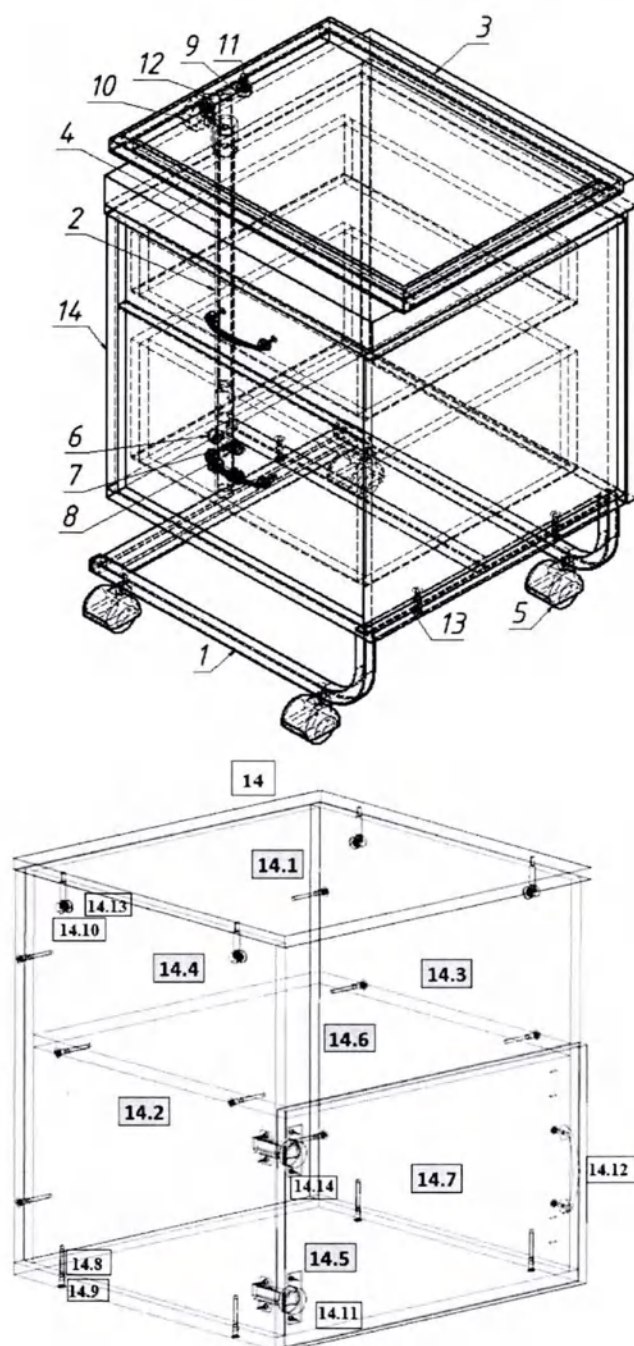

Рис.1
1) Внимательно ознакомьтесь со схемой сборки, изображенной на рис.1, сверяясь со спецификацией на изделие. Согласно схеме и спецификации определите расположение деталей в изделии и порядок их сборки. Сборка производится на ровном полу, укрытом материалом, предотвращающим повреждение покрытия пола и деталей мебели. Подготовьте необходимые для сборки инструменты – плоскую и крестовую отвёртки, молоток, рулетку или линейку, ключи на 17 и 12мм.
3.1) На вертикальных боковых стенках (14.2, 14.3) установите цилиндрические части эксцентриковых стяжек (14.21) в предназначенные для них отверстия. На крышке (14.1) установите штоки эксцентриковых стяжек (14.8). Евровинтами (14.16), как показано на рис.1, соедините вертикальные боковые стенки (14.2, 14.3) с горизонтальной стенкой (14.5). Установите крышку (14.1). Стяжка соединения производится путём поворота эксцентриков до упора в направлении стрелки, выштампованной на корпусе стяжки. На видимые головки еврвинтов (14.16) и эксцентриков (14.21) установите заглушки (14.17, 14.18).
1) Внимательно ознакомьтесь со схемой сборки, изображённой на рис.1, сверяясь со спецификацией на изделие. Согласно схеме и спецификации определите расположение деталей в изделии и порядок их сборки. Сборка производится на ровном полу, укрытом материалом, предотвращающим повреждение покрытия пола и деталей мебели. Подготовьте необходимые для сборки инструменты – плоскую и крестовую отвёртки, молоток, рулетку или линейку, ключи на 17 и 12мм.
3.2) Евровинтами (14.8), как показано на рис.1, соедините вертикальные боковые стенки (14.2 и 14.3) с горизонтальными стенками (14.5 и 14.6). Установите крышку (14.1). Затяжка соединения производится путём поворота эксцентриков до упора в направлении стрелки, выштампованной на корпусе стяжки. На видимые головки евровинтов (14.8) и эксцентриков (14.13) установите заглушки (14.9 и 14.10).